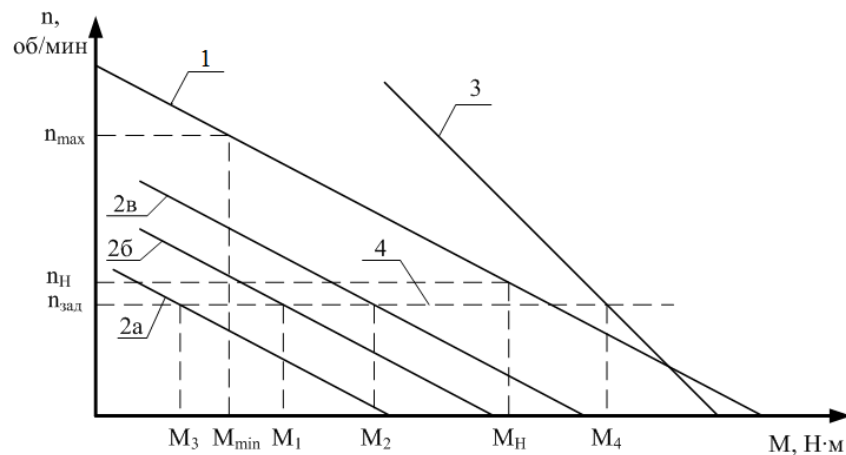

Рис.2 - Естественная и искусственные механические характеристики ДПТ
После выбора двигателя и определения всех его номинальных данных необходимо построить естественную механическую характеристику выбранного двигателя (прямая 1 на рис.2).
Для определения требуемой зонности регулирования необходимо провести прямую, соответствующую заданной скорости вращения вала двигателя (прямая 4 на рис.2), и отметить на ней заданные в условии моменты. Затем необходимо выбрать и обосновать способы регулирования скорости вращения вала двигателя. В первой зоне регулирования, характеристики, при уменьшении напряжения на якоре, сохраняют свою жесткость, т.к. согласно формуле (9) скорость холостого хода  $n_0$  при этом снижается, а приращение скорости  $\Delta n$  остаётся неизменным.
где:  $U_a, B$  – напряжение на якоре;  $c$  – безразмерный конструктивный коэффициент;  $\Phi, \text{ Веб}$  – суммарный магнитный поток машины;  $\Sigma R_a, \text{ Ом}$  – суммарное сопротивление цепи якоря;  $M_2, \text{ Нм}$  – момент на валу. Следовательно, для построения искусственных характеристик в этом случае достаточно через требуемые точки провести прямые, параллельные естественной (прямые 2а, 2б и 2в на рис. 2). Во второй зоне регулирования осуществляется за счет ослабления магнитного потока, создаваемого обмоткой возбуждения. Т.к. согласно формуле 1.9 и скорость холостого хода  $n_0$ , и приращение скорости  $\Delta n$  при этом увеличиваются, то жесткость искусственных характеристик падает. Характеристики прямолинейны, но не параллельны естественной характеристике. Для построения искусственной характеристики во второй зоне (прямая 3 на рис.2), учитывая, что  $P$  равна  $\text{const}$  по всей характеристике, вначале нужно определить его значение по формуле (10), используя соответствующие координаты.